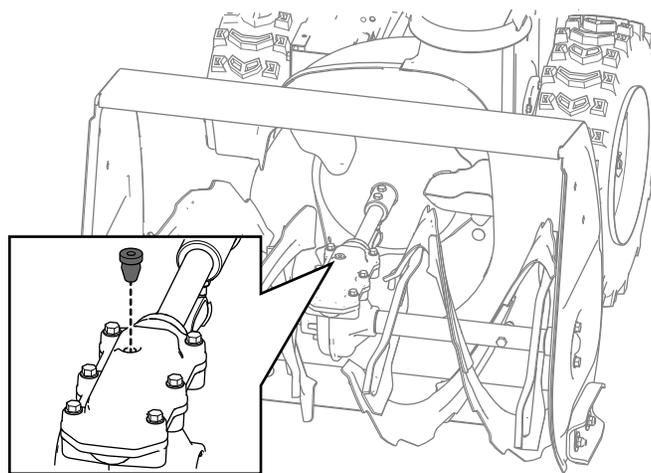

Рисунок 30
- Очистите область вокруг заглушки трубки и снимите заглушку трубки с редуктора (Рисунок 30).